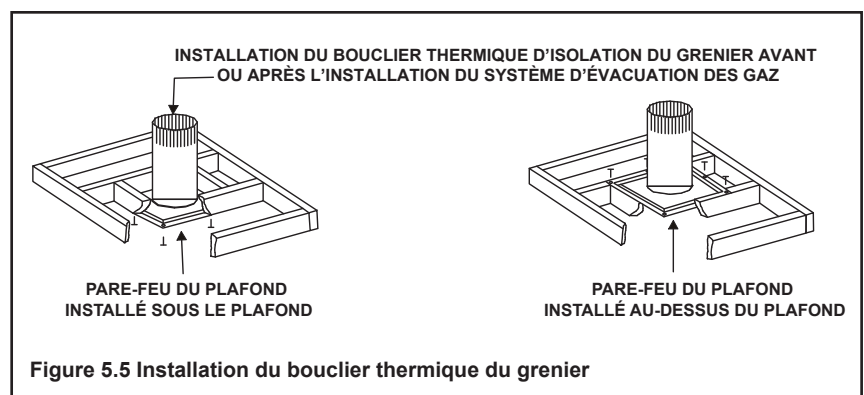

Figure 5.5 Installation du bouclier thermique du grenier
- Le pare-feu du plafond peut être installé sur ou sous les poutres de soutien du plafond, lorsqu'il est installé avec un bouclier thermique d'isolation du grenier. Il doit être sous les poutres de soutien entre les planchers non isolés. Se référer à la figure 5.5.